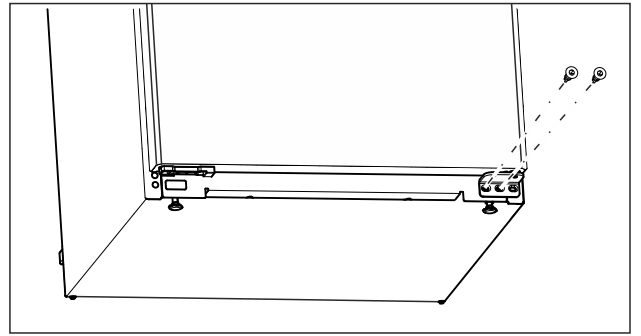

Fig. 7
- ▶ Kierrä alemmassa laakerijalustassa keskimäinen ruuvi ulos Torx 20 -ruuvimeisselillä. (katso Fig. 7)
- ▶ Kierrä alemmassa laakerijalustassa sisempi ruuvi ulos Torx 20 -ruuvimeisselillä. (katso Fig. 7)